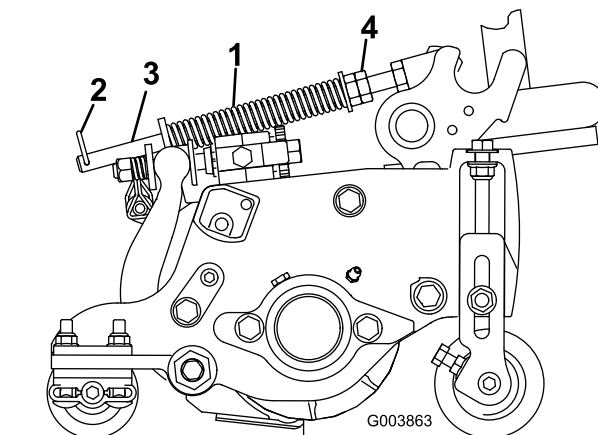

図 16
1. ヘアピン・コッターがスプリング・ロッドの後の穴に差し込まれていることを必ず確認しておいてください（図 16）。
2. スプリングロッド前部の六角ナットを締め、スプリング（圧縮状態）の長さが15.9 cm になるようにする（図 16）。
注 カuttingユニットを機体から外す場合には、ヘアピン・コッターをスプリング・ロッドの前の穴に移動させてください（図 16）。そして、Cuttingユニットを機体に取り付けたときには、忘れずにヘアピン・コッターをスプリング・ロッドの後の穴に移動させてください。